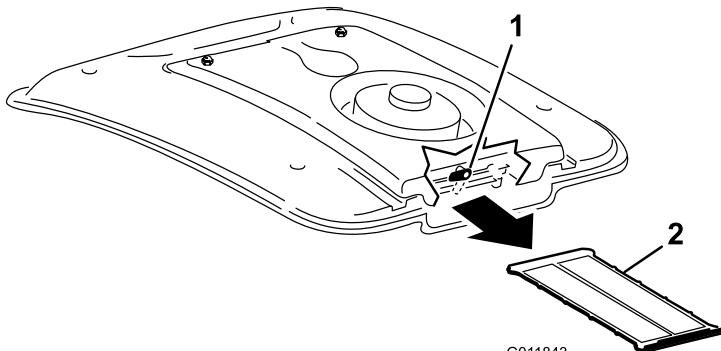

図 105
2. ファンマウントの後部についているラッチを上に回して横向きにする（図 105）。
3. エアコンコイルからスクリーンを引き出す（図 105）。
4. スクリーンを圧縮空気でていねいに洗浄する（図 105）。